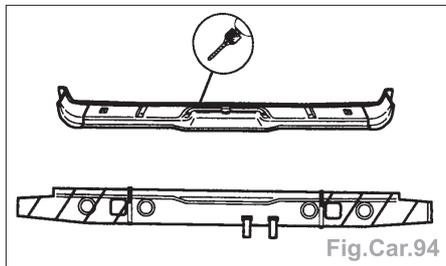

Fig.Car.94
- Reporter les lignes de coupe sur la pièce neuve et procéder au découpage (Fig.Car.94).